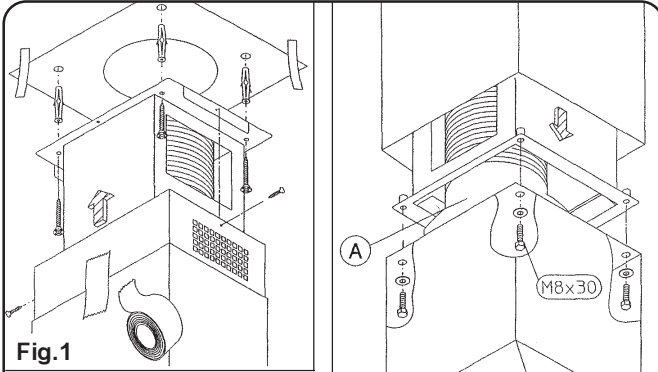

Fig.2
Per poter utilizzare questa funzione munirsi di un tubo estensibile non combustibile Ø150 mm da collegare al soffitto, che andrà successivamente collegato al raccordo "A" **fig2**
- 6) sollevare la cappa, e dopo aver bloccato il tubo Ø150 mm al raccordo "A" tramite una fascetta, fissarla alla struttura telescopica con le 4 viti e rondelle **fig2**
- 3) collegare un tubo estensibile non combustibile Ø 150mm al raccordo "B", tramite una fascetta **fig5**, che andrà successivamente collegato al raccordo "A" **fig2**
Zum Einsatz der Dunstabzugshaube in dieser Version beschaffen Sie sich ein ausziehbares, nicht brennbares Rohr Ø150 mm, das an der Decke befestigt werden muss und das anschließend an den Anschluss "A" (**Abb.2**) anzuschließen ist.
- 6) Heben Sie die Dunstabzugshaube an und befestigen Sie diese, nicht ohne vorher das Ø150 mm Rohr mittels einer Schelle am Anschluss „A“ befestigt zu haben, am Teleskopschacht. Verwenden Sie hierzu die 4 Schrauben und Unterlegscheiben. (**Abb.2**)
- 3) Schließen Sie ein ausziehbares, nicht brennbares Rohr (Ø 150mm) zuerst mittels einer Schelle (**Abb.5**) an den Anschluss "B" an; schließen Sie es dann an den Anschluss "A" (**Abb.2**) an.
To use the vented operating mode, fasten one end of a  $\varnothing$  150 mm non-combustible extending pipe to the ceiling and the other to the connector "A" (fig. 2).
- 6) lift the hood and, once you have secured the  $\varnothing$  150 mm pipe to connector "A" with a clamp, fasten it to the telescopic flue using the 4 screws and washers (fig. 2);
- 3) fasten one end of a  $\varnothing$  150 mm non-combustible extending pipe to connector "B" using a clamp (fig. 5), and the other to connector "A" (fig. 2);